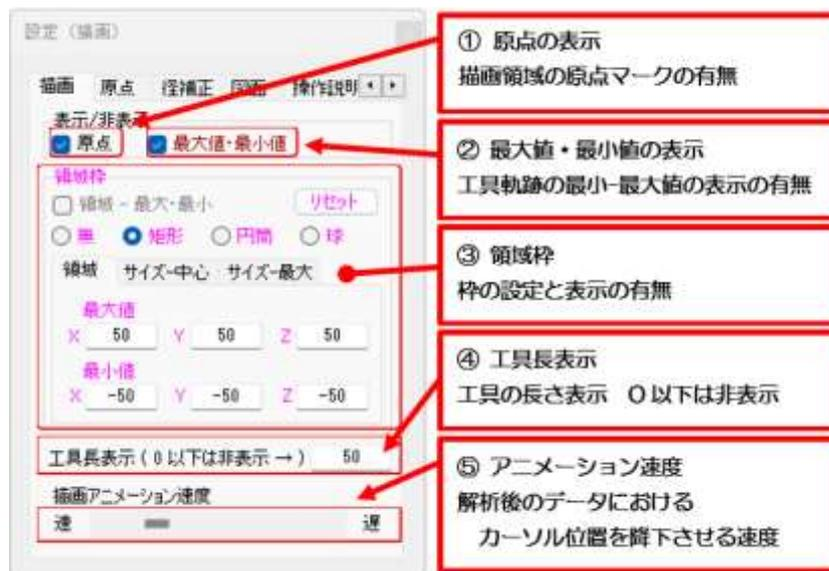

図 1-4 Tester の設定 - 描画
①の描画領域は、本体で入力された NC プログラムを解釈して、工具軌跡として表示しています。また、②の解析後のデータは、本体で入力された NC プログラムを基礎的な表現（四則演算などを含まない計算結果の値）にし、座標値が分かりやすい絶対座標（G90）の表現にしています。③の「行目/行」は、②の解析後のデータの行数と現在のカーソル位置を表示しています。①の描画領域は、②の解析後のデータのカーソル位置までを表示する仕組みとしました。④の現在情報は、①の描画領域に表示している工具軌跡の現在位置などを表示します。⑤の描画再生は、工具軌跡をアニメーション的表現します。⑥のメニューについては、次の Tester 画面の描画設定にて説明します。⑦の最大・最小値は描画中の工具軌跡の最小値 — 最大値を表示します。⑧の枠のサイズは、画面内のマゼンダ枠の大きさを表示します。
図 1-4 に Tester の設定 - 描画を示します。図中の①～⑤は、Tester 画面の描画に関する設定です。①の原点の表示は、描画領域の原点と XYZ 軸の方向を示す矢印の有無を設定します。②の最大値・最小値の表示は、「工具軌跡の最小値 — 最大値」の表示の有無を設定します。③の領域枠は、工具軌跡の範囲と比較する枠の形状や大きさを設定します。この領域枠に、工作物の大きさを設定すると工具軌跡との比較に便利だと思います。④工具長表示は、設定値の長さの工具を表示させます。0 以下にすると非表示になります。⑤のアニメーション速度は、解析後のデータのカーソル位置を次の行へ順次移動させる速度を設定しています。カーソル位置が変わることで、工具軌跡の変化をアニメーション的に表現しています。マウスのホイールボタンを長押しするとアニメーション的表現になります。